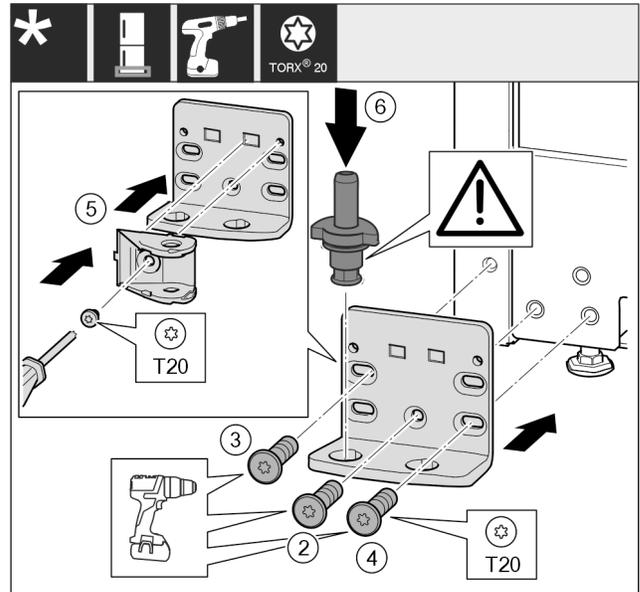

Fig. 15 *
- Poser le support de palier de l'autre côté et le visser à l'aide d'un tournevis T20. Commencer par la vis 2 en bas au milieu. Fig. 15 (2)*
- Visser les vis 3 et 4. Fig. 15 (3,4)*